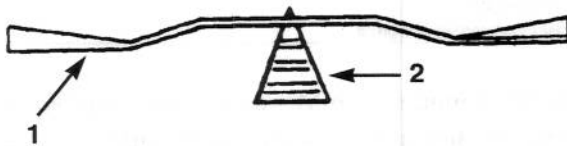

Bild 38
2. Die Auswuchtung des Messerbalkens durch Aufziehen auf ein Messerbalken-Auswuchtwerkzeug kontrollieren (Bild 38). Wenn der Messerbalken in horizontaler Stellung verbleibt, ist er ausgewuchtet und kann benutzt werden. Sollte der Messerbalken eine Unwucht aufweisen, etwas Metall von der Rückseite des Messerbalkens abfeilen. Diesen Vorgang solange wiederholen, bis der Messerbalken ausgewuchtet ist.